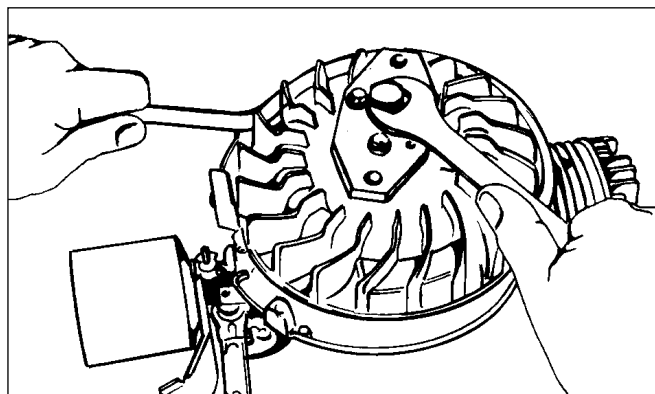

Abb. 5
- Benutzen Sie das Werkzeugteil Nr. 670306 und stecken Sie den zentralen Schraubenbolzen wie in Abb. 5 gezeigt in die Kurbelwellenbohrung (Schwungradmitte).
ANMERKUNG - Die Schrauben sollten alle mit der gleichen Anzahl von Umdrehungen eingedreht werden. Der mittlere Bolzen kann nun mit einem 11/16" – Schraubenschlüssel angezogen werden. Auf diese Weise läßt sich das Schwungrad ausbauen (siehe Abb. 5). Gehen Sie wie gewohnt vor, um das Schwungrad wieder einzubauen.